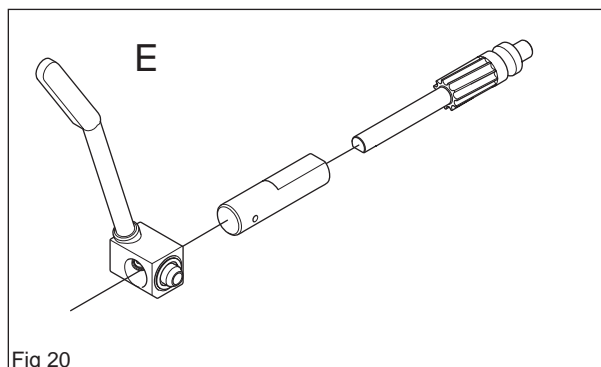

Fig 20
La pompe à huile (E) n'est pas réglable (voir la figure 20).